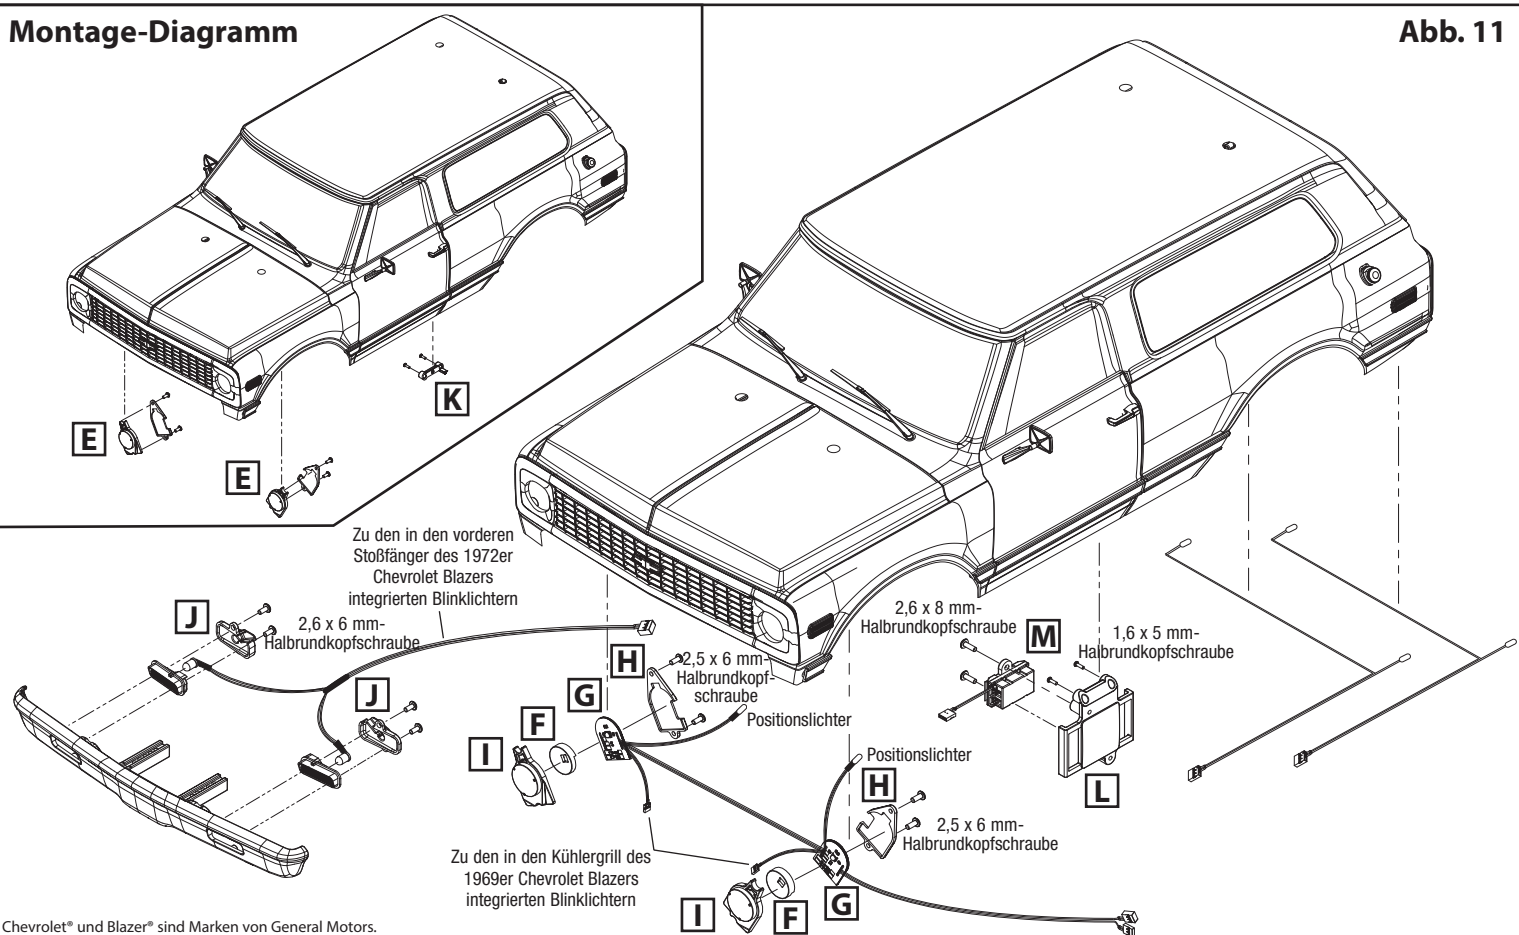

Abb. 11
1. Lösen Sie die 2,5-x-6-mm-Halbrundschaube an jedem Frontscheinwerfer und nehmen Sie die Frontscheinwerfer (E) vom Grille ab (siehe Montagezeichnung, Abb. 11). Bewahren Sie die Kunststoff-Scheinwerferhalterungen und die sämtliches Befestigungsmaterial zur Wiederverwendung auf.
1. Entfernen Sie die Gewindestifte (2) und den vorderen Stoßfänger/die Stoßfängerhalterung vom Chassisquerträger.
2. Entfernen Sie die 2,6x6 mm-Halbrundkopfschrauben (2) von jeder Blinkerhalterung und entfernen Sie die Halterungen (J) vom vorderen Stoßfänger (siehe Montagezeichnung, Abb. 11).